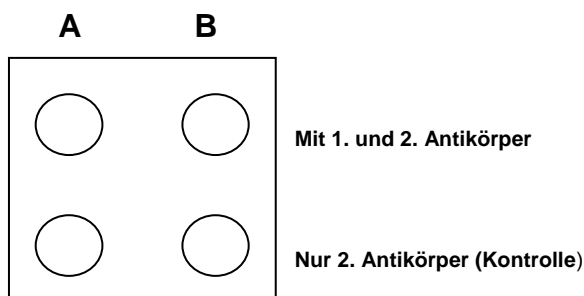

Abbildung 10 4-Well-Platte
- Je 300µl 1.-Antikörper (anti-Ratten-Golf aus Kaninchen bzw. anti-Ratten-AC3 aus Kaninchen) in CT in die beiden oberen Wells geben, jedoch nicht auf die Kontrollzellen (!!!). Der 1.-Antikörper ist 1:1000 in CT zu verdünnen (siehe Abbildung 10).